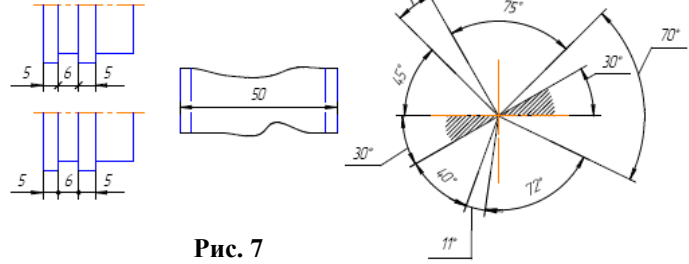

Рис. 7
стрелки (рис. 7).
11. При недостатке места для стрелки из – за близко расположенной контурной линии последнюю можно прерывать (рис. 7).
так, как показано на рис. 7. Для углов малых размеров размерные числа помещают на полках линий – выносок в любой зоне.